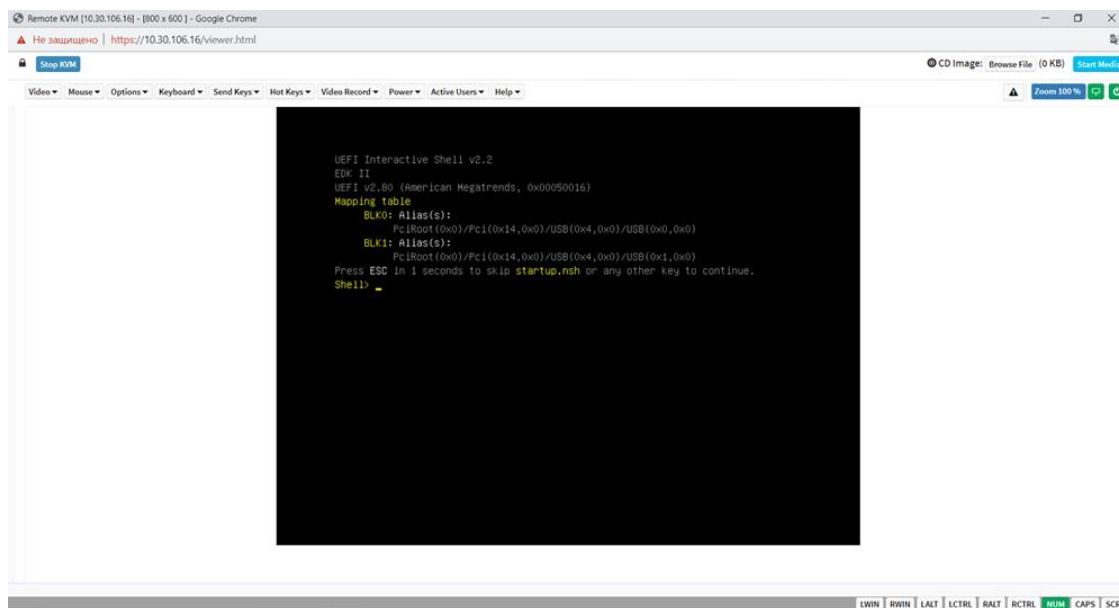

Рисунок 53 – Окно UEFI Shell
- Показывает активных пользователей с именем и IP-адресом ПК (см. Рисунок 53).